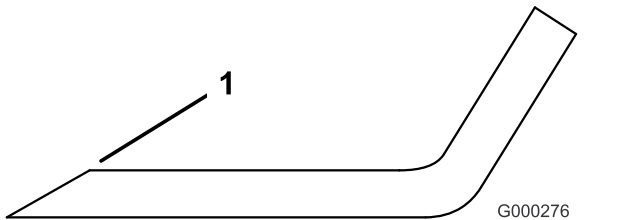

Figure 74
1. Au moyen d'une lime, aiguissez les tranchants aux deux extrémités de la lame (Figure 74).
Remarque: Si la lame est déséquilibrée, limez un peu l'extrémité de l'ailette seulement (Figure 74).